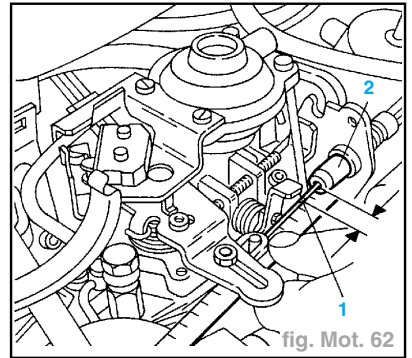

fig. Mot. 62
- tracer un repère (1) sur le câble à 1 mm de la gaine (2) (fig. Mot. 62),